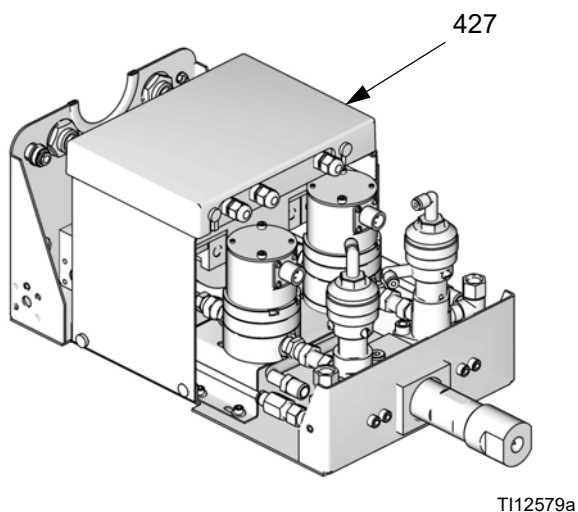

ABB. 27: Ausbau der Platinenabdeckung
2. Entfernen Sie die Abdeckung (427) der Platine. ABB. 27.